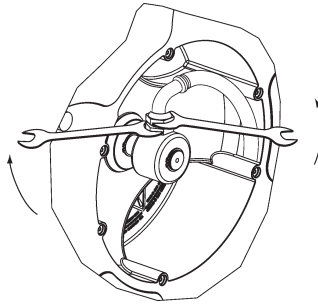
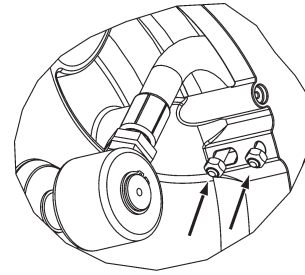

Fig. 8a
Fig. 8b
4. Fix the hose to the swivel as indicated in figure 8a and fix the U bolt as shown in figure 8b.
3. Disconnect the hose as shown (fig. 8a). Release the hose from the disk by removing the clamp (fig. 8b).
4. Fixer le flexible à la rotule comme indiqué dans la figure 8a et fixer les boulons en « U » comme illustré dans la figure 8b.
3. Débranchez le flexible comme indiqué (fig. 8a). Dévissez le boulon en « U » et retirez le flexible (fig. 8b).
3. Desconecte la manguera usada según se indica en la imagen (fig. 8a) y libere la manguera del disco retirando el abarcón de fijación manguera (fig. 8b).